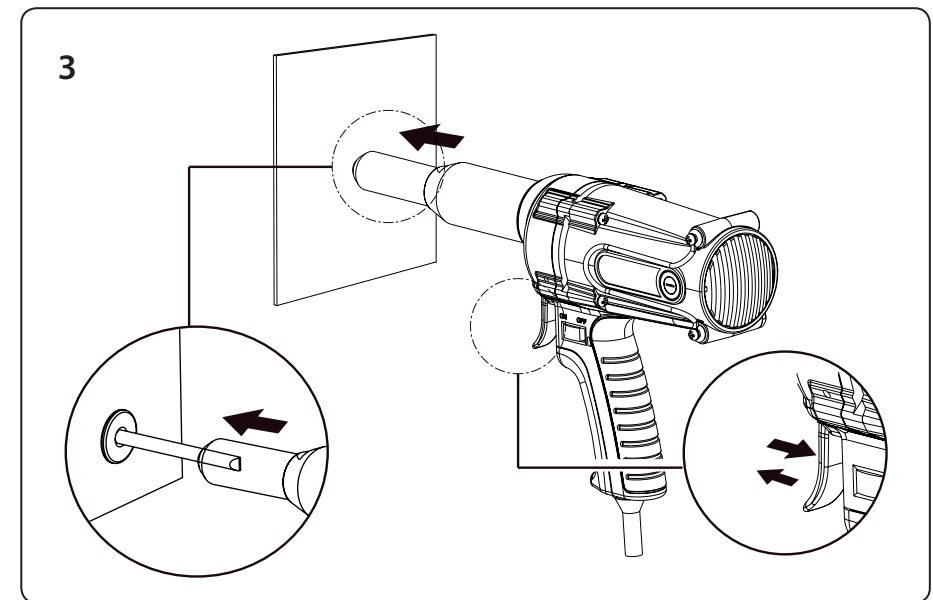

Abb.5
- c) **Setzen Sie den Nietschaft in die Nietbolzenöffnung in der Nietpistole und drücken Sie sofort ohne Anhalten den Pistolenzug und lassen Sie ihn sofort wieder los, siehe Schritt 3, Abb. 5. Der Pistolenzug darf nicht angehalten werden.**